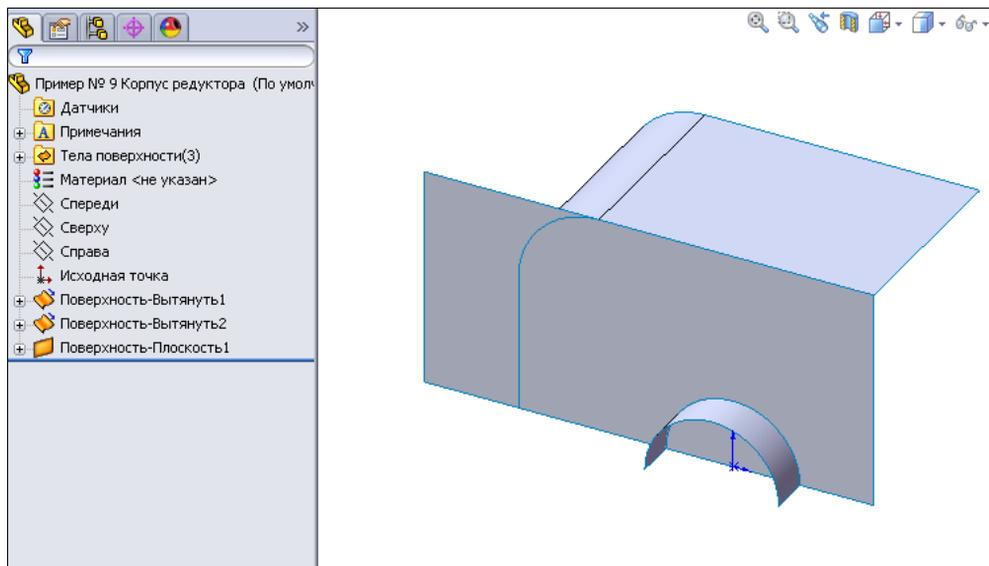

Рис. 2.99
8. Закончим построение, нажав кнопку **ОК** . Три поверхности обозначены как **Поверхность-Вытянуть1**, **Поверхность-Вытянуть2** и **Поверхность-Плоскость1** (рис. 2.99).